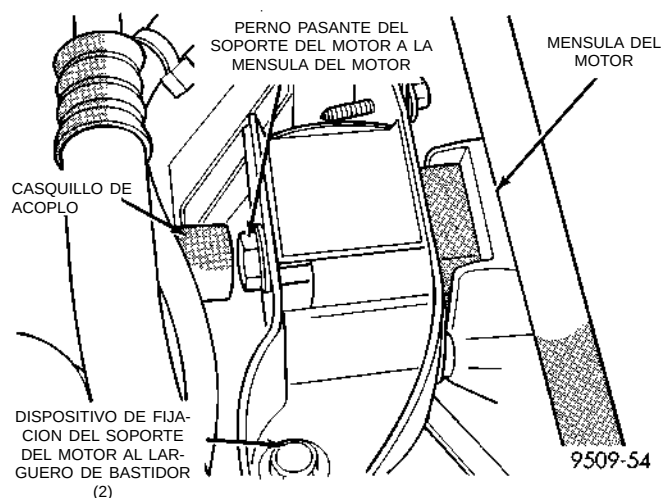

Fig. 15 Soporte del motor—Derecho
(1) Retire el solenoide de ciclo de limpieza de la ménsula del soporte del motor.
(2) Retire del larguero de bastidor los dispositivos de fijación vertical del aislador del soporte delantero del motor (Fig. 15).
(3) Retire la carga sobre los soportes del motor sosteniendo cuidadosamente el conjunto de motor y transmisión sobre un gato de suelo.
(4) Retire la cubierta del orificio de acceso del perno pasante. Retire el perno pasante del conjunto del aislador (Fig. 15). Retire el aislador.
(5) Para la instalación, invierta el procedimiento de desmontaje. Apriete los dispositivos que fijan el